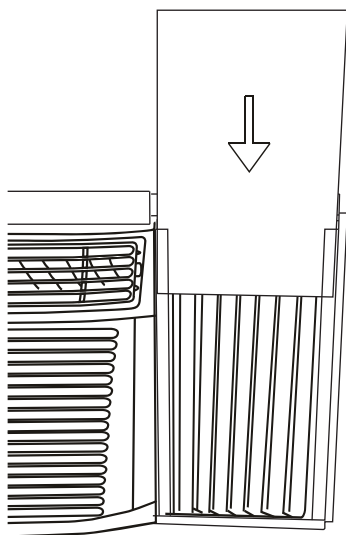

Fig.13
Paso 3. Deslice el panel de aislamiento R1 en la cortina lateral, el lado con patrón debe enfrentar el lado interior. (Fig.13)